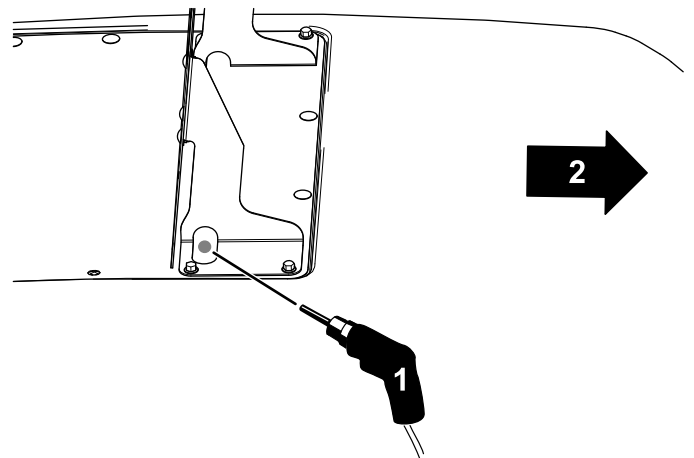

Bild 31
11. Bohren Sie ein Loch ($\frac{1}{2}$ ") durch das Abdeckungsgitter, um den Kabelbaum durchzuverlegen (Bild 31).